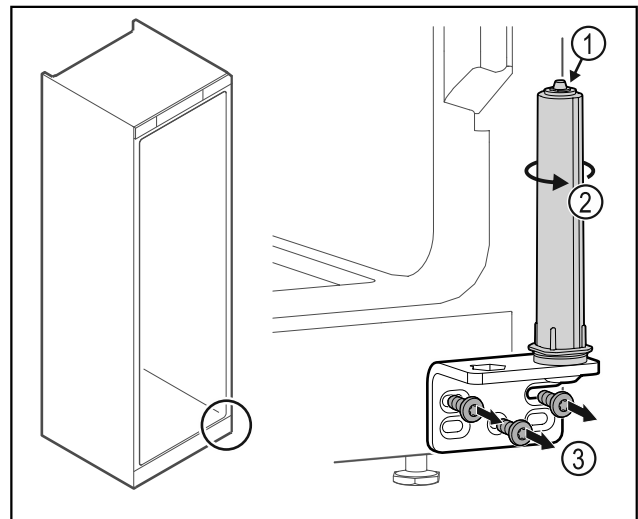

Fig. 50
- ▶ Älä pura oven sulkuyksikköä Fig. 50 (1).
- ▶ Kierrä sulkuyksikköä Fig. 50 (2), kunnes se naksahtaa.
- ▶ Irrota saranakulma Fig. 50 (3).